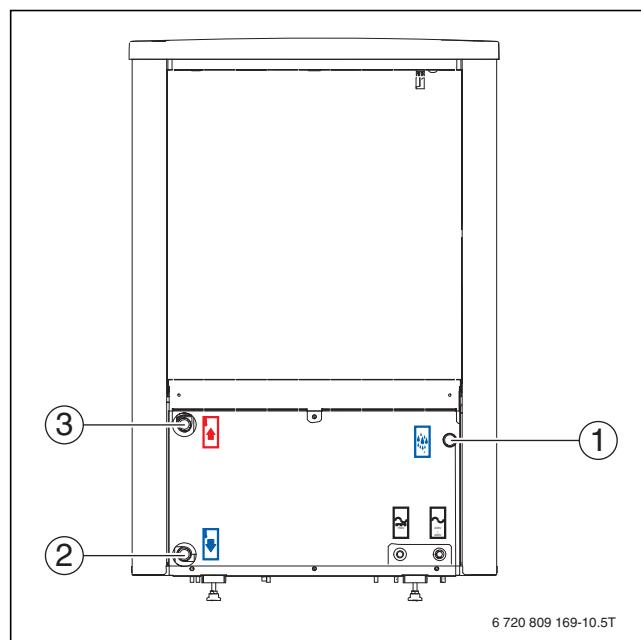

Рис. 14 Затяжка подключений Однаковое у всех типоразмеров.
- ▶ Установите непосредственно на теплообменнике в обратной линии к тепловому насосу фильтр, пригодный для работы на открытом воздухе (→[2], рис. 14).
- ▶ Подсоедините трубу от входа первичного контура к компактному блоку теплового насоса (→ [2], рис. 14).
- ▶ Подсоедините трубу от выхода первичного контура к компактному блоку теплового насоса (→ [3], рис. 14).